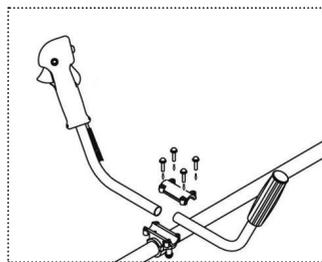

Рис. 4
3. Установить рукоятку с помощью узла крепления рукоятки (рис. 4). Для выбора удобного рабочего положения рукоятку можно сместить вдоль штанги. Выбрав удобное рабочее положение, нужно затянуть винты.